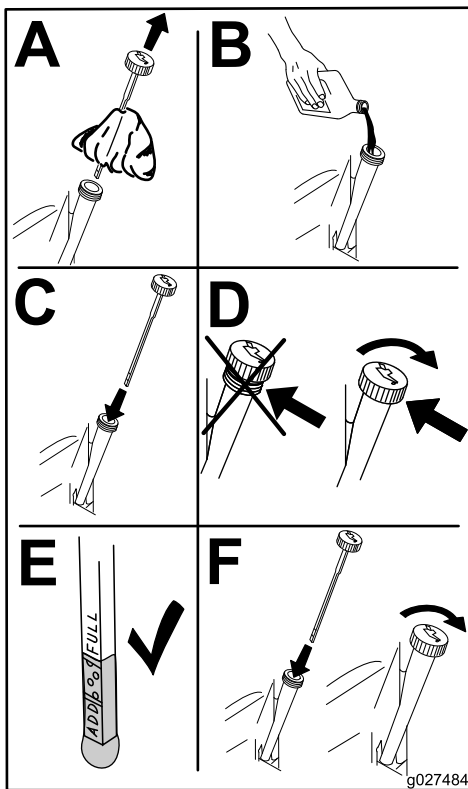

Figura 34
6. Vierta lentamente el 80% aproximadamente de la cantidad especificada de aceite por el orificio de llenado (Figura 34).
7. Compruebe el nivel de aceite; consulte Figura 34.